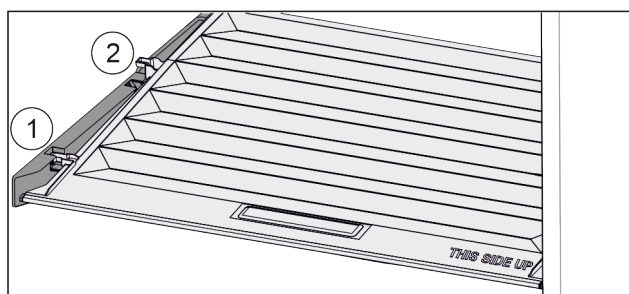

Fig. 40
- ▶ Vytáhněte víko dopředu až k otvoru v přídržných dílech Fig. 40 (1).
- ▶ Vzadu zesponu nadzvedněte a vyjměte směrem nahoru Fig. 40 (2).